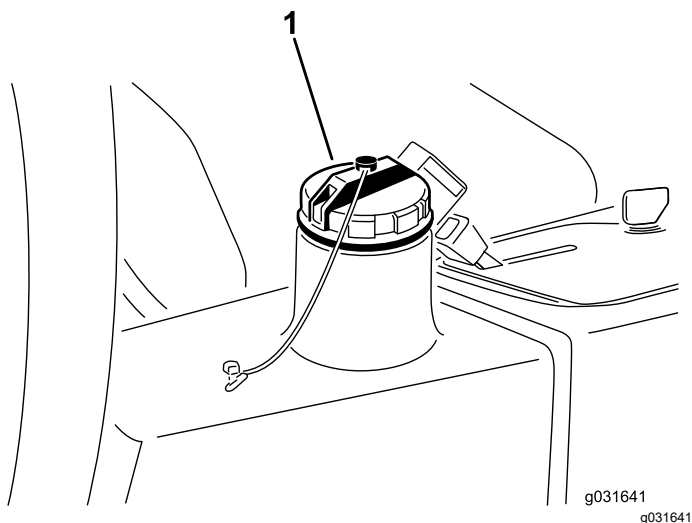

Figura 65
2. Limpie la zona alrededor del cuello de llenado y el tapón del depósito hidráulico (Figura 65).
3. Retire el tapón del depósito hidráulico (Figura 65).